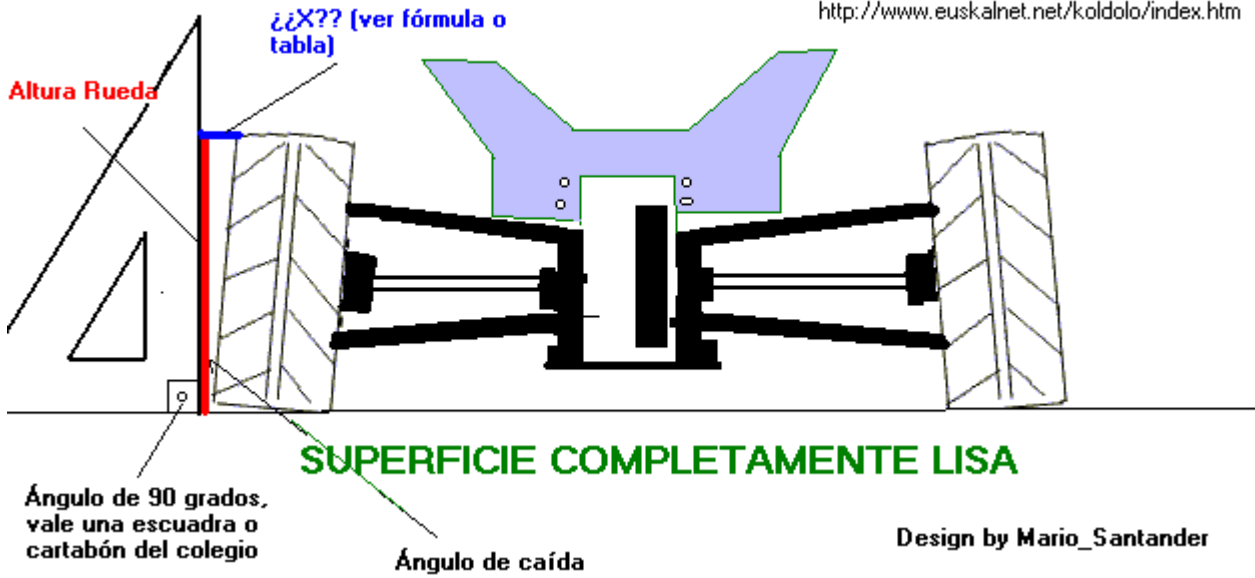

Figura 1
2.- Las caídas por lo general son negativas, (aunque en determinadas circunstancias como la pista con agua se usan pequeñas caídas positivas para ganar agarre) consejo de Diego Palacios. Caída negativa es la posición de las ruedas tal y como aparecen en la Figura 1), aunque puedas llevar caída 0, es decir totalmente perpendicular al suelo.
Para medir las caídas se necesita una escuadra, cartabón o similar y se ha de realizar sobre una superficie perfectamente plana. Se coloca la escuadra tocando la rueda tal y como aparece en la figura 1, por lo que debiera tocar en la parte inferior de la rueda. En la parte superior de la rueda debiera existir una pequeña distancia hasta tocar. Esta distancia varía en función de los grados de la caída. Sabiendo los grados de caída que se quieren dar, se puede calcular la distancia X y así estar seguros de que se llevan los grados deseados en cada rueda.
Se quiere saber la distancia "X" (ver Figura 1) que se tiene que dejar para obtener una caída (negativa siempre) de 2 grados si se tiene una rueda de 6 centímetros de diámetro (60mm).